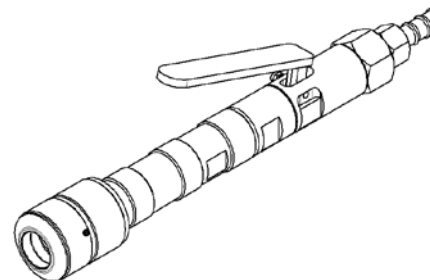
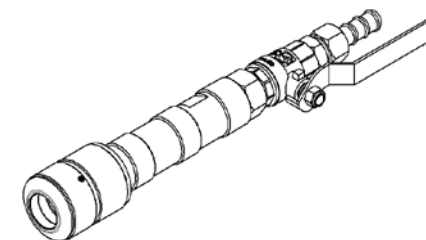

Рис. 1
Рис. 2
5.1 Копьедержатель представляет из себя массивную рукоятку с рычагом нажатия (РПМ6-КД рис.1) или шаровым краном (РПМ6-КДВ рис. 2) для открытия кислорода, узла фиксации и уплотнения копы и ниппеля для присоединения рукава.